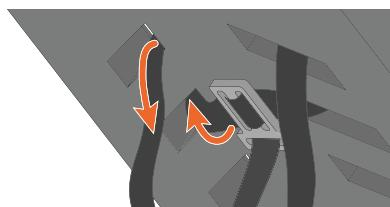

Abbildung 11 - Gurtbänder durch die Kleinkindschale führen
- 12.** Nehmen Sie diese Kombination und führen Sie sie durch die Rückseite der Kleinkindschale, wie in Abbildung 11 dargestellt.